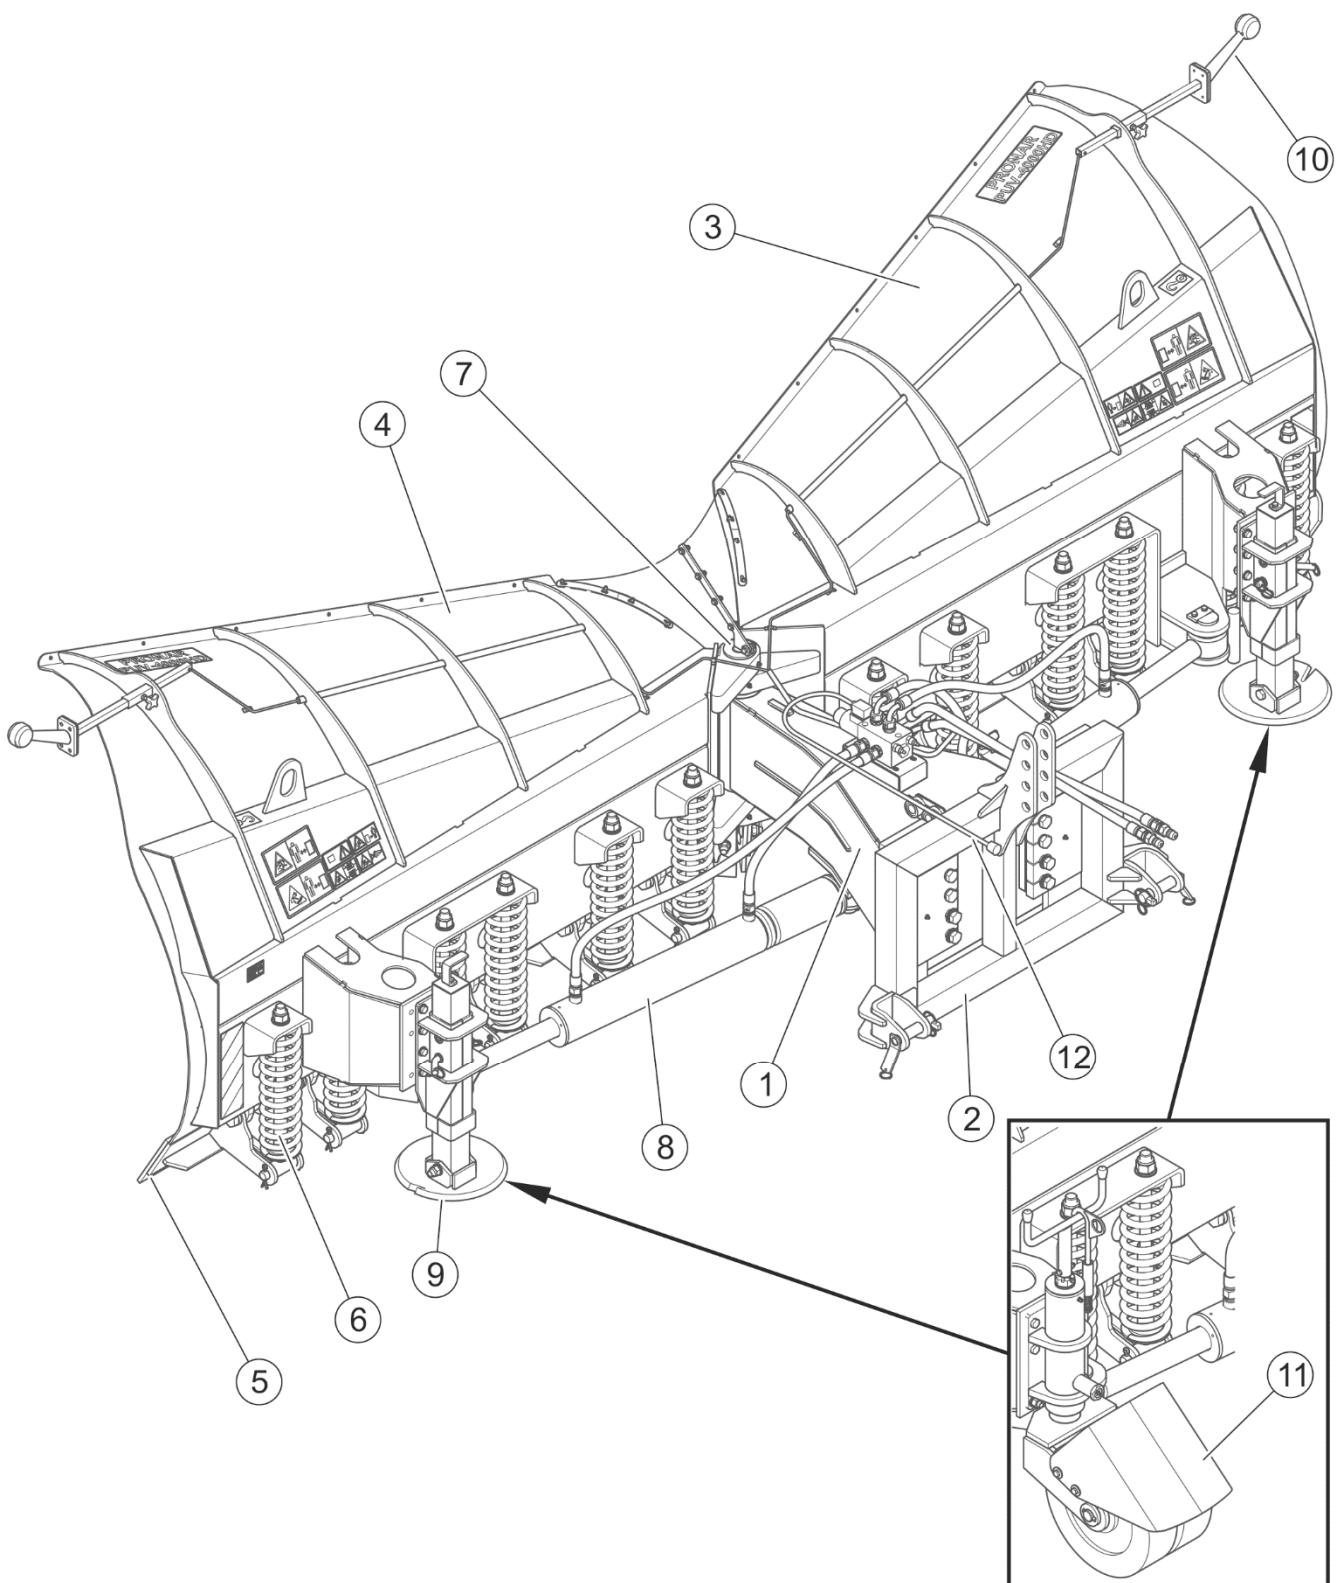

РИСУНОК 3.2 Общее устройство снегоотвала
(1) - рама; (2) - система навески; (3) - правое крыло; (4) - левое крыло; (5) - подвижные кромки отвала; (6) - пружина; (7) - главная цапфа; (8) - гидравлическая система;
(9) - скользуны; (10) - габаритный фонарь, (11) - ходовые колеса (опция),
Снегоотвал PUV-3600HD/PUV-4000HD (РИСУНОК 3.2) состоит из рамы (1), к которой при помощи главной цапфы (7) крепятся правое (3) и левое (4) крыло. Снегоотвал навешивается на транспортное средство при помощи соответствующей навесной системы (2). Благодаря амортизирующим пружинам (6) резиновые или металлические нижние кромки отвалов (5) могут отклоняться назад при наезде на препятствие. Манипулирование функциями снегоотвала осуществляется при помощи гидравлической системы (8). В зависимости от версии комплектации снегоотвал может быть оснащен ходовыми колесами (11) и другими системами навески (2) для соединения с широкой гаммой транспортных средств.